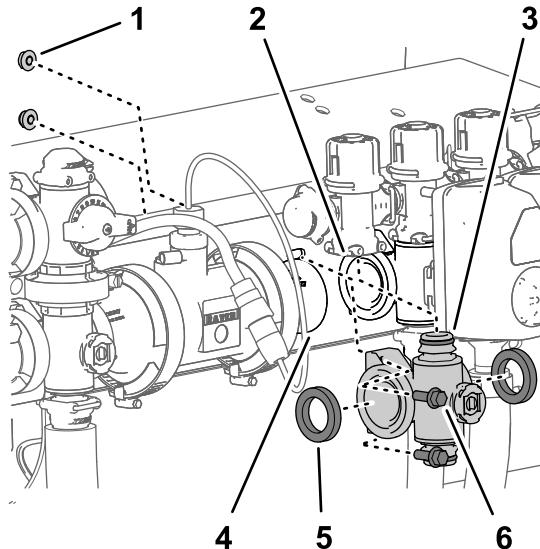

Figura 127
4. En los distribuidores de las válvulas de sección izquierdo o derecho, retire los 2 pernos con arandela prensada ($\frac{1}{4}$ " x $\frac{3}{4}$ ") y las 2 tuercas con arandela prensada ($\frac{1}{4}$ ") que sujetan el distribuidor de la válvula de sección al panel de montaje de las válvulas (Figura 127).
5. Mueva el distribuidor de la válvula de sección y las juntas hacia abajo hasta que estén libres de la válvula de desvío de sección, y luego retírelos de la máquina (Figura 127).